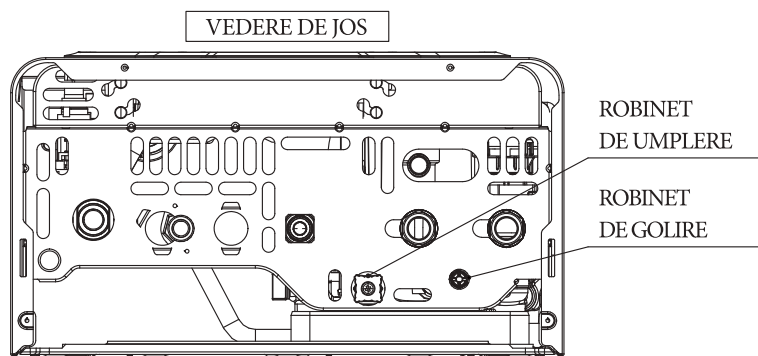

Fig. 2-2
*Dacă presiunea este sub valoarea de 1 bar (cu instalația rece) este necesar să restabiliți presiunea prin robinetul de umplere așezat în partea inferioară a centralei (Fig. 2-2).*
Pentru a putea efectua operațiunea de golire a centralei acționați asupra robinetului adecvat de golire (Fig. 2-2).